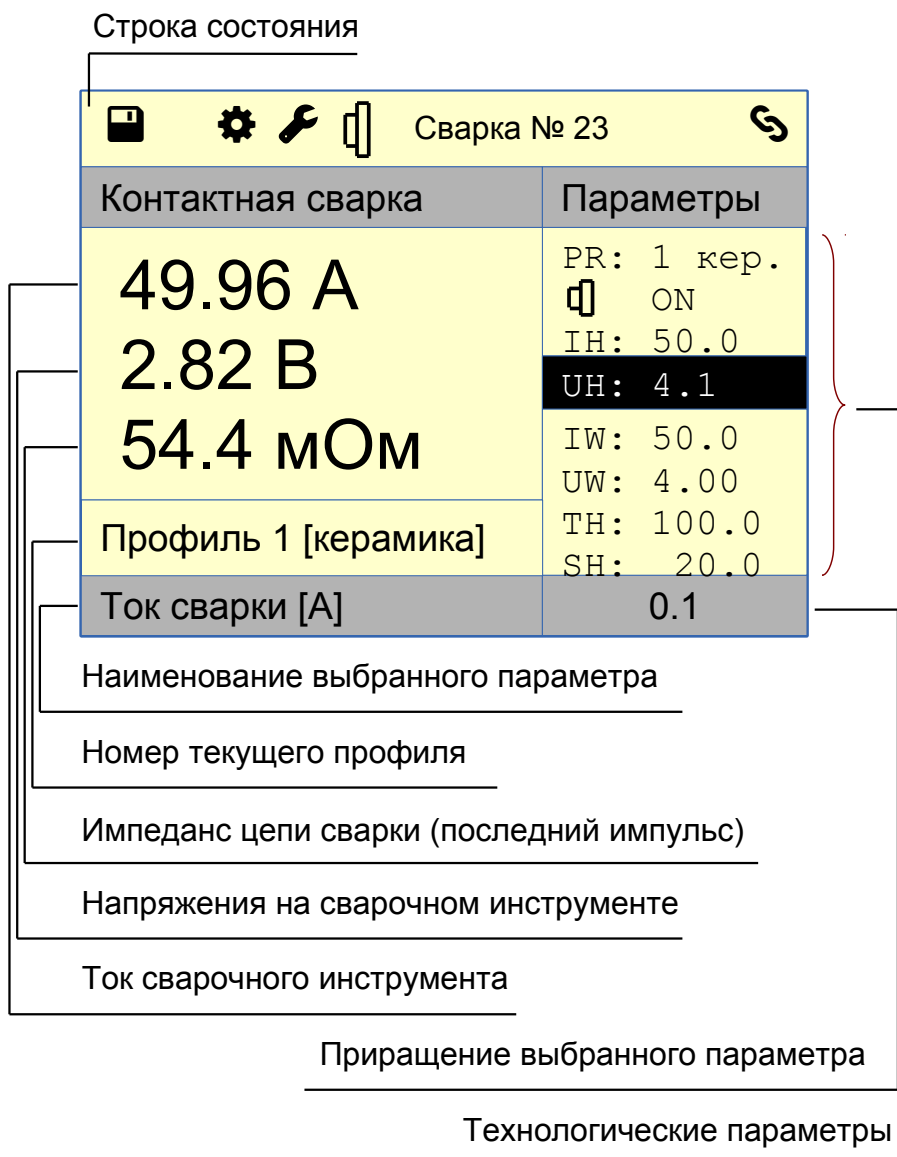
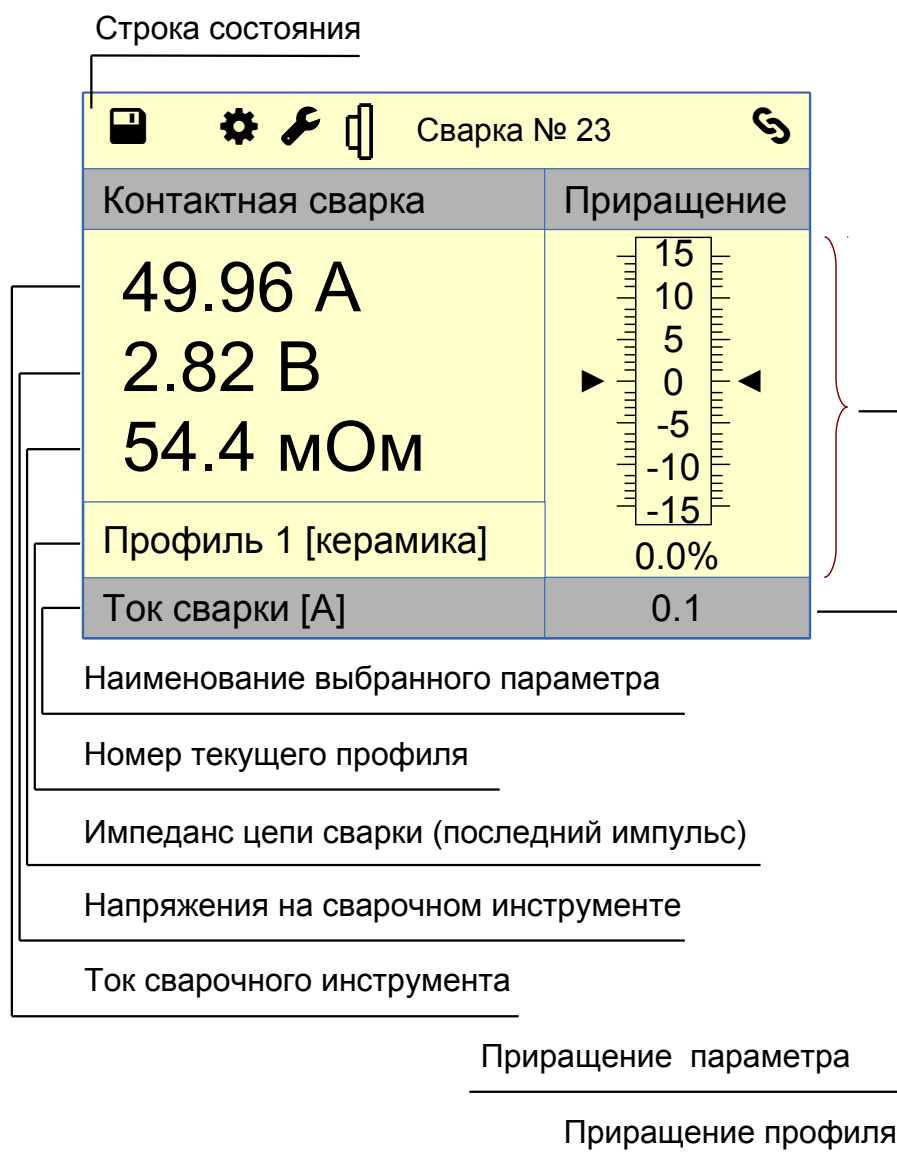

Рис. 4. Внешний вид ЖК дисплея. Основное экранное меню
Рис. 5. Внешний вид ЖК дисплея. Вспомогательное экранное меню
Профиль сварки задается выбором его номера в первой строке меню. см. рис. 4. Кроме номера профиля пользователь для улучшения восприятия может задать метку профиля (ситалл или керамика). Выбор метки профиля на его параметры не влияет и служит только для удобства оператора.
1.3.4 В состоянии “РАБОТА” прибор осуществляет опрос датчика инструмента. При срабатывании датчика (размыкание) прибор генерирует сварочный импульс в соответствии с заданными параметрами. Для начала следующего сварочного импульса необходимо вернуть датчик в исходное состояние (убрать инструмент из зоны сварки). Вид ЖК дисплея с активным основным экранным меню показан на рис. 4. Вид ЖК дисплея с активным вспомогательными экранным меню показан на рис. 5.